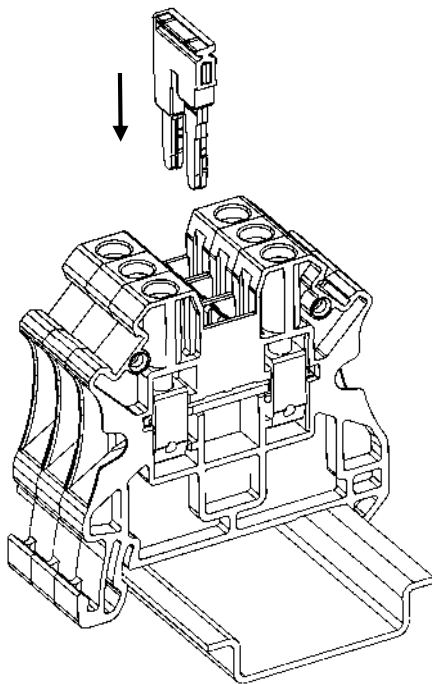

Рисунок 33 – установка перемычки с удаленными крайними полюсами в функциональное отверстие
- Для сокращения количества полюсов перемычки удалите крайние полюса (рис. 33);